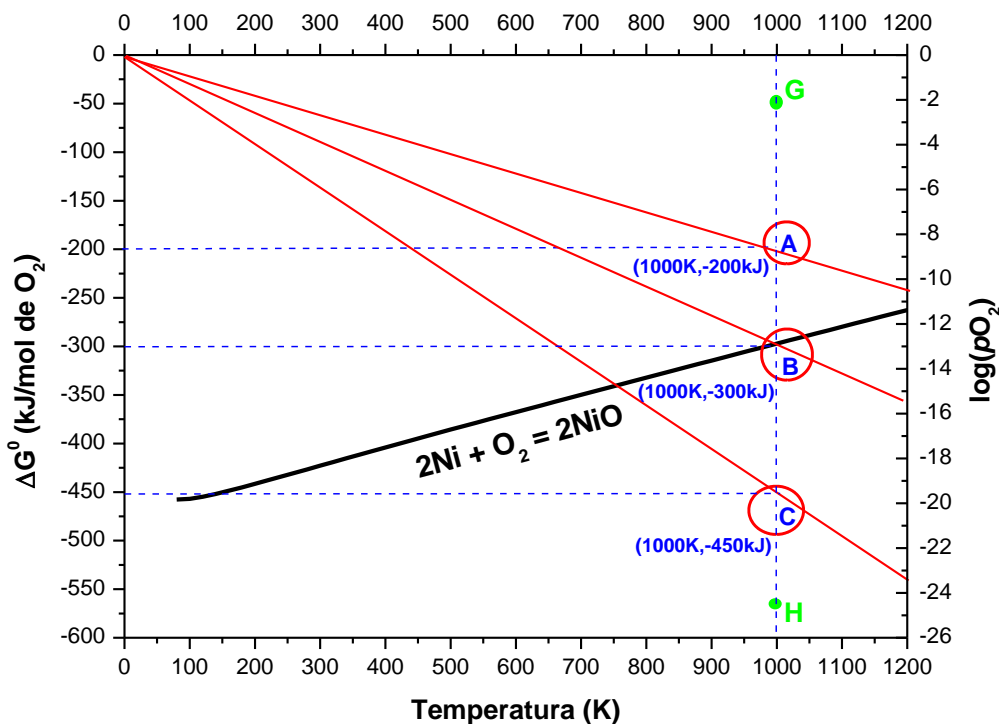
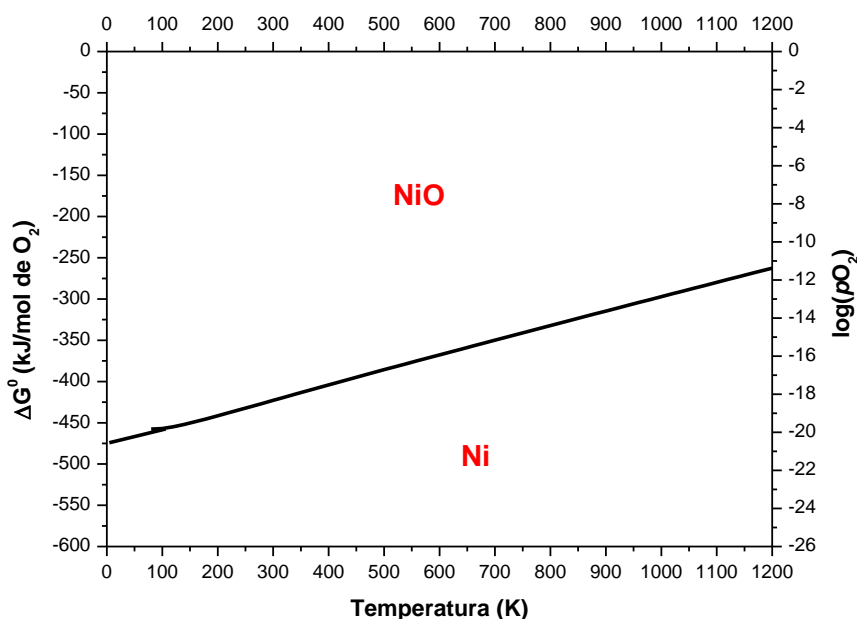

Figura 1. Diagrama de Ellingham para o óxido de níquel (II).
Figura 2. Diagrama de Ellingham para a formação de óxido de níquel.
Como foi visto nos tópicos anteriores, a cada par ordenado $(T, \Delta G^0)$ no diagrama de Ellingham podemos associar um valor de pO_2 . Essa informação é de fundamental importância para a construção de diagramas para óxidos de metais com mais do que um estado de oxidação. A Figura 1 mostra o diagrama de Ellingham para o óxido de níquel que será utilizado como modelo para a construção de diagramas mais complexos.
As coordenadas dos pontos A, B e C podem ser lidas diretamente no diagrama como mostra a Figura 1 (linhas tracejadas azuis). Para calcular os valores de $\log(pO_2)$ utiliza-se da equação (5), descrita abaixo (verificar documento Diagrama de Ellingham – parte 3):
Substituindo os valores de $(T, \Delta G^0)$ para os pontos A, B e C mostrados na Figura 1, os seguintes valores de $\log(pO_2)$ serão obtidos: (A) = -10,4; (B) -15,67 e (C) = -23,50. Esses valores podem ser lidos diretamente no diagrama (linhas vermelhas).
Para o ponto (B) o valor de pO_2 será de $2,15 \times 10^{-16}$ atm e, como discutido anteriormente, esse número significa o valor de pressão interna de O_2 gerado pelo óxido de níquel à temperatura de 1000K ou, de uma forma mais didática, a “tendência” do O_2 “escapar” da rede cristalina do NiO à temperatura de 1000K. Os valores de pO_2 para os pontos (A) e (C) são de $3,58 \times 10^{-11}$ e $3,14 \times 10^{-24}$, respectivamente. Como já era esperado, os valores de pO_2 são menores em regiões mais baixas do diagrama. Apesar de não existir retas pertencentes à óxidos específicos passando pelos pontos (A) e (B) e, por isso, não podemos atribuir esses valores de pressão de O_2 a algum óxido, falaremos que esses pontos representam valores de pressão externa de O_2 . O objetivo dessa introdução é mostrar ao estudante que, para a mesma temperatura, os pontos acima da reta que representa a reação de formação de um óxido no diagrama de Ellingham (no caso específico a reta do NiO) possuem valores de pO_2 maiores que o valor da pressão interna do óxido e, por outro lado, pontos abaixo da reta que representa a reação de formação de um óxido no diagrama de Ellingham possuem valores de pO_2 menores que o valor da pressão interna do óxido. É preciso ficar claro que estamos analisando o sistema na mesma temperatura, isto é, o que foi dito sempre será verdade à medida que percorremos o segmento de reta saindo do ponto (G) até o ponto (H) na Figura 1 (pontos verdes). O mesmo seria verdade caso esse segmento de reta fosse deslocado para a direita ou para a esquerda. Sendo assim, podemos concluir que se um ponto no diagrama de Ellingham está acima da reta que representa um determinado óxido de interesse, a pO_2 externa (calculada ou lida graficamente) será maior que a pO_2 interna do óxido. Por outro lado, se um ponto no diagrama de Ellingham está abaixo da reta que representa um determinado óxido de interesse, a pO_2 externa (calculada ou lida graficamente) será menor que a pO_2 interna do óxido.
o diagrama de Ellingham da Figura 1 pode ser construído da forma mostrada na Figura 2.